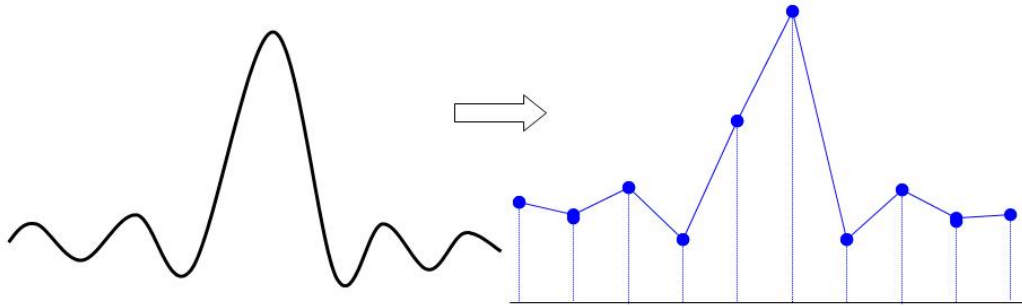

图 10-1
(2) 采样率过低的影响
- **波形失真**：由于采样率低造成某些波形细节缺失，使示波器采样显示的波形与实际信号存在较大差异，如下图 10-1 所示。